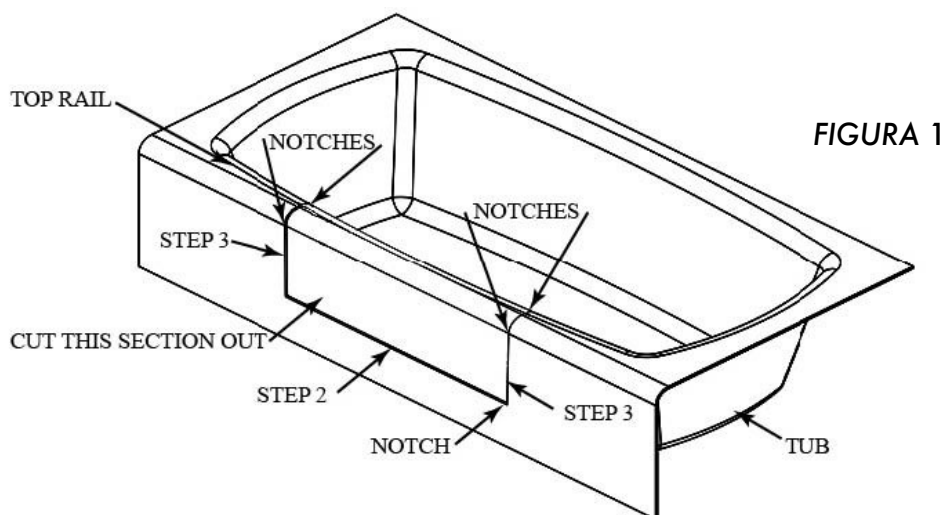

FIGURA 1
1. Las primeras muescas en las esquinas se harán con la amoladora lateral tal como se ilustra en la Figura 1 a continuación.